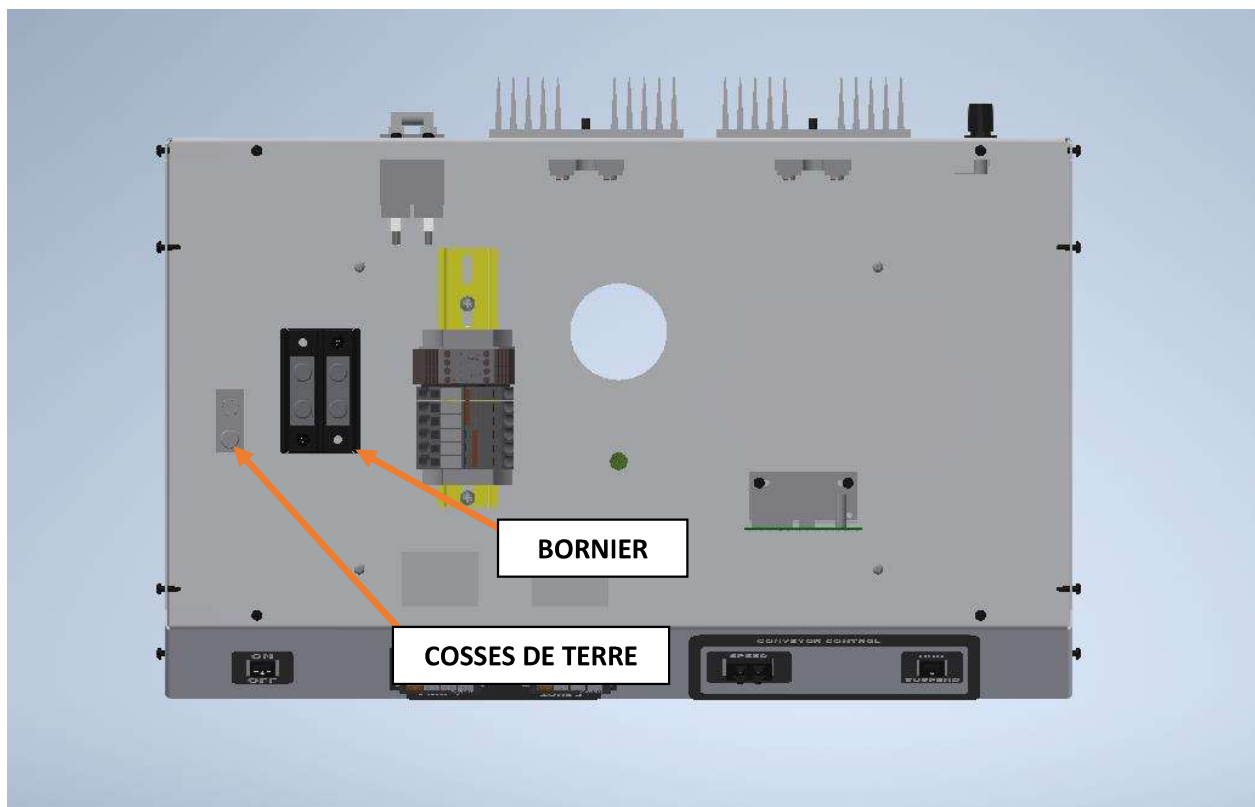

FIG. 2 - Panneau de commande MONOPHASÉ
4. Placez les fils chauds (et neutres pour l'alimentation 415Y/240V 4 fils) dans le côté ouvert du grand BORNIER et serrez les vis de réglage (FIG. 2 et 3). VEILLEZ A NE PAS REFERMER L'ISOLATION DES FILS DANS LE BORNIER.